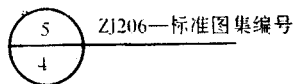

图 1-6 标准图索引标志
③所索引的详图如果采用标准详图时，须在中间横线上面写上标准图代号，如图 1-6 所示，为 ZJ206 标准图集，查阅该图集的第 4 张图中的第 5 号详图。